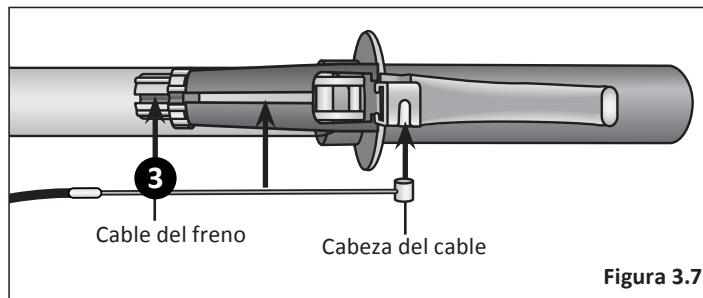

Figura 3.7
- 3 Deslice el cable del freno a través de las ranuras y coloque la cabeza del cable en la maneta de freno. **Figura 3.7**